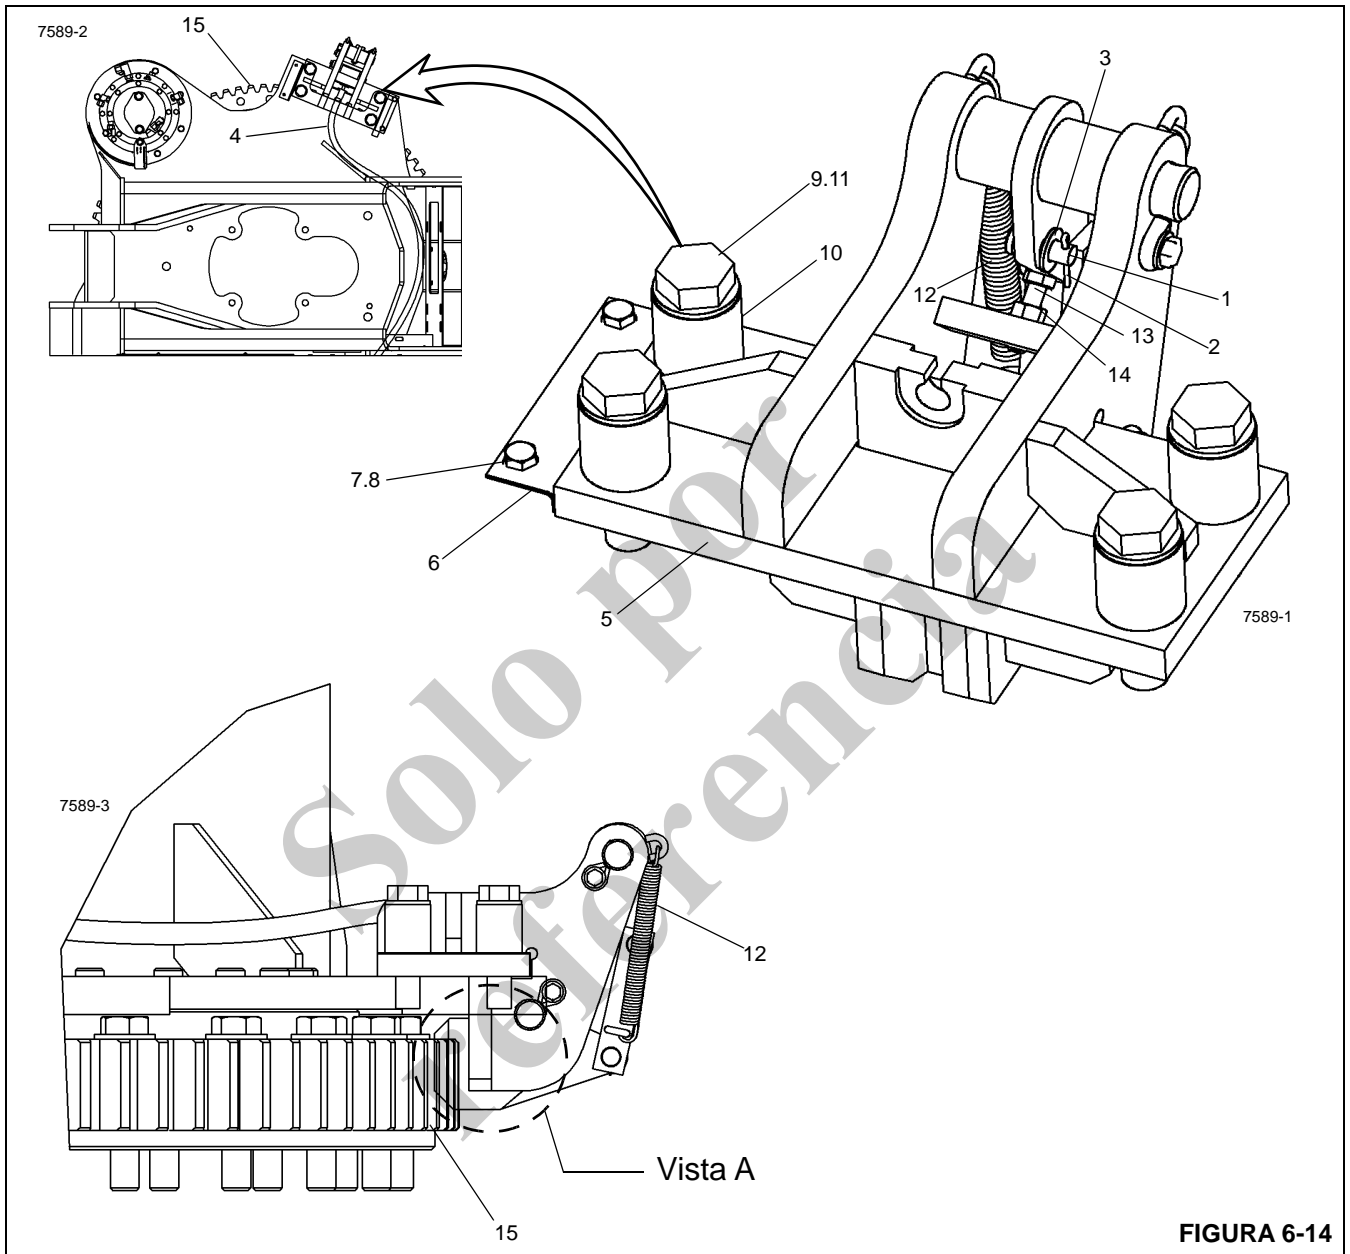

FIGURA 6-14
Vea la Figura 6-14 para los procedimientos siguientes.
3. Conecte el cable (4,) al bloqueo de giro (5) con el pasador de horquilla (1), el pasador hendido (2) y la arandela (3).
4. Ajuste el cable (4) utilizando procedimiento siguiente.
- b. La Figura 6-14 muestra una vista lateral (A) del bloqueo de giro engranado con la corona dentada del cojinete de giro (15).